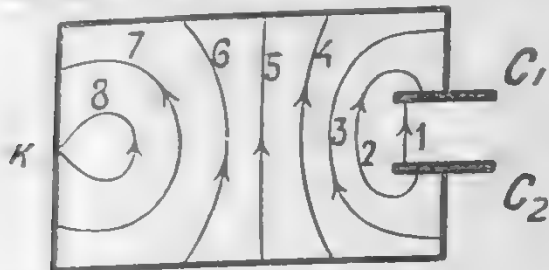
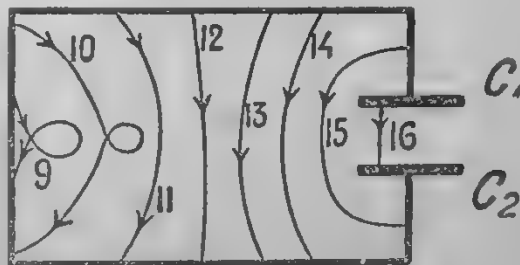
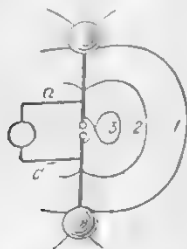

Рис. 15. Продвижение силовой линии в колебательном контуре.
Рис. 16. Дальнейшее продвижение силовой линии.
Рис. 18. Вибратор Герца.
Изобразим цепь C_1 отдельно (рис. 15); все дело теперь только в ней. C разряжается, это значит, что силовые линии выходят теперь одна за другую из пространства C_1, C_2 , опираясь своими концами в провода. Как это они делают, показывает ход одной из них; из положения (1) она переходит последовательно в положения 2...8; когда она ее конца встретится в какой-то точке K , электроны верхнего конца силовой линии могли бы пополнить недостаток электронов в ее нижнем конце, и тогда эта силовая линия исчезла бы; если она слаба, если в проводнике большое сопротивление, отнявшее у электронов много энергии — тогда так и будет. Но, вообще говоря, силовая линия по своей инерции будет энергично двигаться вперед и займет последовательно (рис. 16) положения 9...16. Мы видим, что она снова попала в пространство между C_1 и C_2 , но только в перевернутом положении. Когда это случится со всеми силовыми линиями, C_1 окажется заряженным положительно (+), а C_2 — заряженным отрицательно (-). Инерция силовых линий неистощима. Теперь C_1, C_2 опять будут разряжаться; все повторится, и C_1, C_2 окажутся снова заряженными так, как на рис. 15.
Гертц, размышляя иначе, чем мы это теперь делаем, и поступил несколько иначе (рис. 18); он просто развернул вибратор Томпсона; 1, 2, 3 показывают для этого случая, как движутся силовые линии.
Заметим, что около положения (3) на рис. 18 силовая линия также может замыкнуться на себя, как и около 8—9 на рис. 15—16 и произвести излучение.
Гертц, принимая электрические волны приборами, представляющими собой тот же вибратор (рис. 15—17); это был четырехугольный (или круглый) проводник (рис. 19) с перерывом C между шариками. Когда к нему подходили электрические волны, то их силовые линии заряжали шарик то (+), то (-);